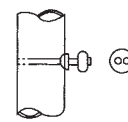

图 5.3
3)测蒸汽的流量 对于垂直管道,流量计可安装在沿管道周围的水平面上,应注意两个正负压引压接头应处于同一个水平面上,如图 5.3 所示。